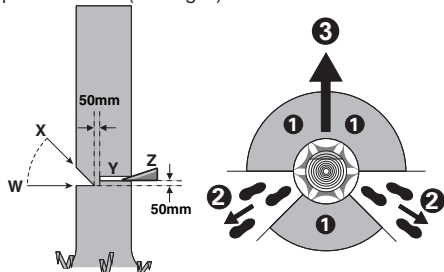

Figure 1
L'opérateur de la tronçonneuse à chaîne doit se maintenir en amont du terrain étant donné que l'arbre pourrait rouler ou glisser vers le bas après l'abattage. Prévoir et dégager un chemin d'évacuation autant que nécessaire avant de commencer les coupes. Le chemin d'évacuation doit s'étendre à l'arrière et diagonalement derrière la ligne de chute prévue comme illustré à la Figure 1.
Pratiquez une entaille égale à 1/3 du diamètre de l'arbre, perpendiculaire à la direction de chute comme illustré à la Figure 1. D'abord effectuer l'entaille inférieure horizontale (W). Cela évite que la chaîne ou la barre de guidage ne se coince pendant l'exécution de la deuxième entaille (X).
Pratiquez une coupe d'abattage (Y) d'au moins 50 mm plus grande que l'entaille horizontale comme illustré à la Figure 1. Effectuer la coupe parallèlement à l'entaille horizontale. Scier de façon qu'il reste un dos (latte de coupe) qui sert de charnière. Cette charnière évite que l'arbre ne tourne et tombe dans la mauvaise direction. Ne pas scier complètement le dos. Lorsque la coupe d'abattage approche du dos, l'arbre devrait commencer à tomber. S'il s'avère que
Lorsque l'arbre commence à tomber, sortir la tronçonneuse de la coupe, l'arrêter, la poser par terre et quitter la zone de danger par la voie d'issue prévue (②). Faire attention aux branches qui tombent et à ne pas trébucher. (Voir Fig. 1)